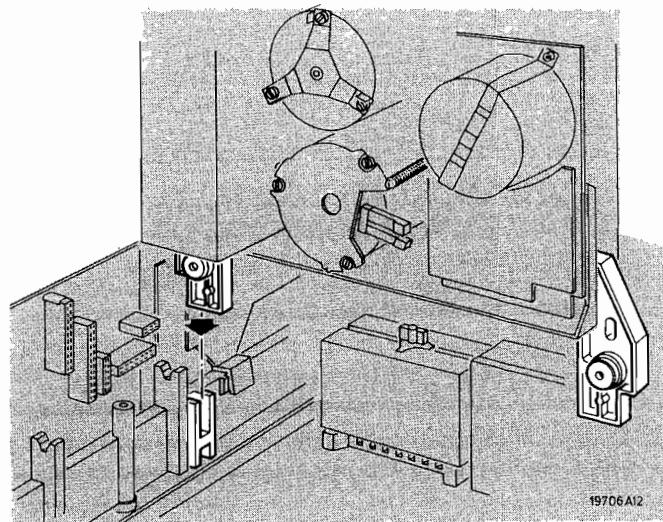

Fig. 2.5
- Das Laufwerk in die "Service"-Stellung bringen (siehe Abb. 2.5). In dieser Stellung kann das Laufwerk, wenn auch auf kürzere Dauer und ohne Band sämtlich Funktionen durchführen. Wenn das Laufwerk auf längere Dauer in der "Service"-Stellung benutzt wird, kann die Schmierung der Motoren gefährdet werden.
- Das Laufwerk in die Service-Position bringen (siehe Abb. 2.5).